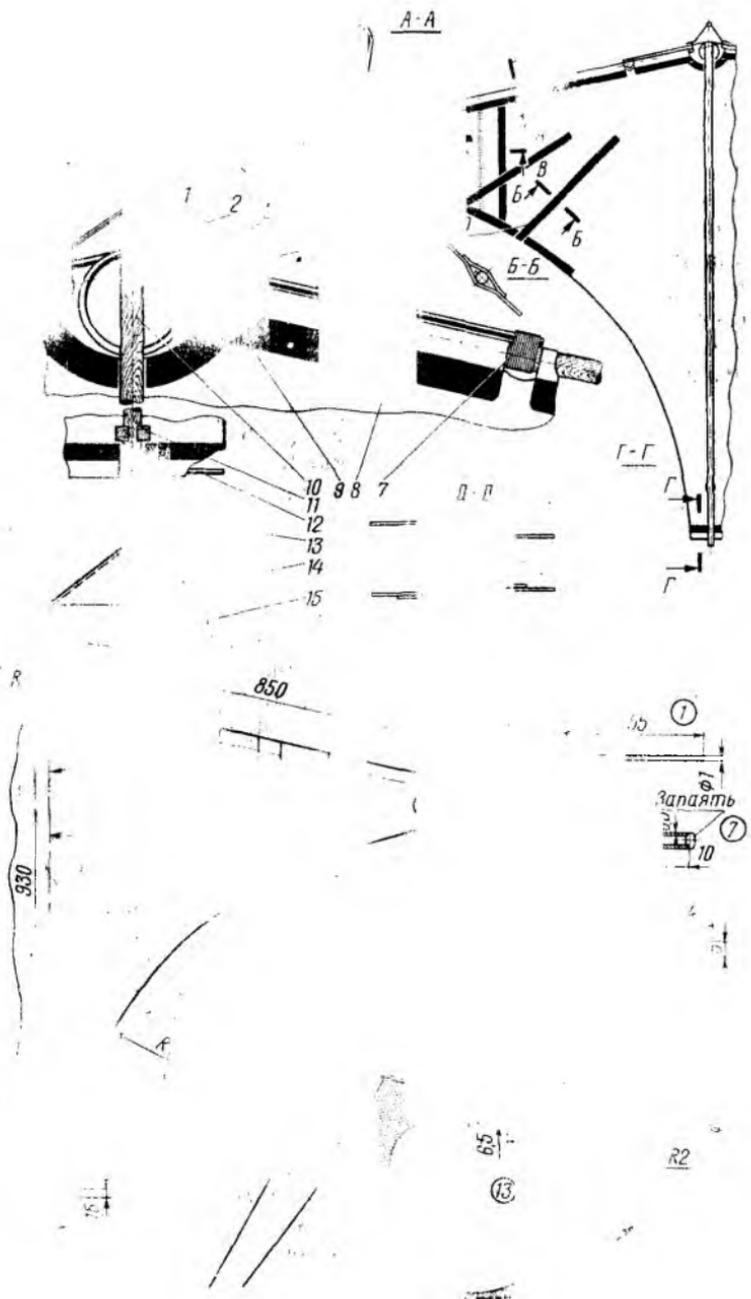

Рис. 10. Пилотажный змей «Акробат»:
**Пилотажный змей «Акробат»** (рис. 10) сконструировал москвич А. Милорадов. Основа змея — дельтавидное крыло. От классического крыла Рогалло «Акробат» отличается удлиненной центральной рейкой. Это сделано для повышения продольной устойчивости. Угол между боковыми рейками-лонжеронами составляет  $156^\circ$  и является оптимальным. Поперечную устойчивость обеспечивают приподнятые относительно центральной рейки концы боковых лонжеронов.